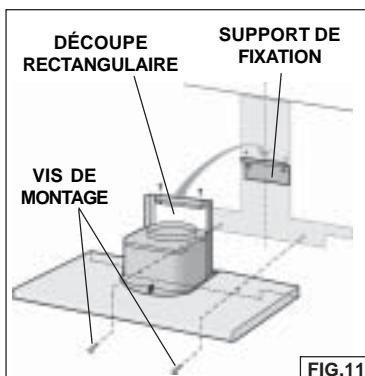

FIG.11
3. Alignez l'ouverture rectangulaire située à l'arrière de la hotte avec le support de fixation murale. Abaissez lentement la hotte jusqu'à ce qu'elle s'emboîte avec le support (fig. 11).
4. Mettez la hotte à niveau et fixez-la au moyen de deux (2) vis de montage. Si vous ne disposez pas de poteaux de cloison ni d'armature, utilisez les ancre murales fournies (fig. 11).